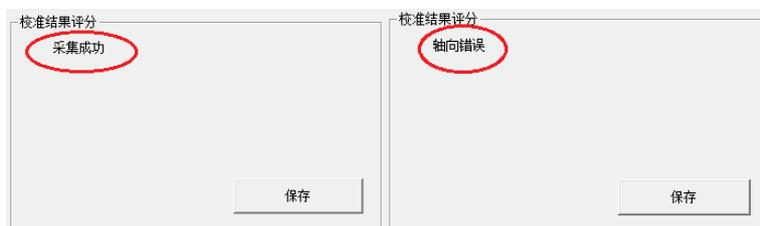

图 7-2-4
(4) 按照下表 7-2-1 的姿态描述，将传感器摆放在对齐位置 1，保持姿态静止，点击“记录非水平平面数据”栏里的“对齐位置 1”按钮。按照此方法记录剩余的采样位置数据。记录成功与失败都有对应的提示，见图 7-2-4。